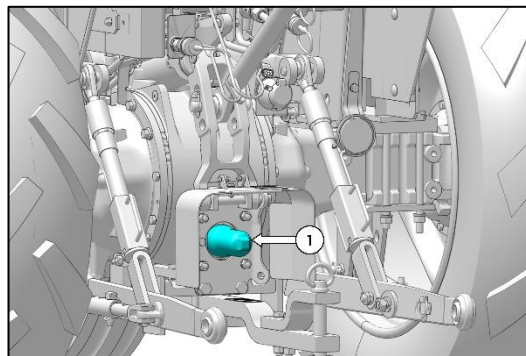

Fig. 82 : PROTECTION ET COUVERCLE DE LA PDF
- Vérifier que toutes les protections de l'arbre de prise de force (1 sur la Fig. 82) sont correctement installées et que toutes les plaques de sécurité sont en place.